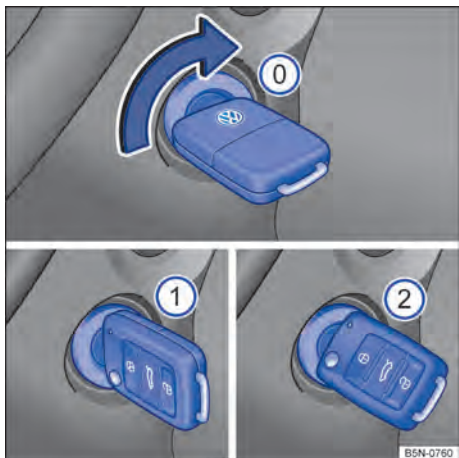

Fig. 133 Ao lado do volante, à direita: posições da chave do veículo no cilindro da ignição.
Posições da chave do veículo → Fig. 133
3.	Válido para: veículos com motor a diesel: para a pré-incandescência, girar a chave do veículo no cilindro da ignição para a posição → Fig. 133 ①. A luz de controle  se acende no instrumento combinado.